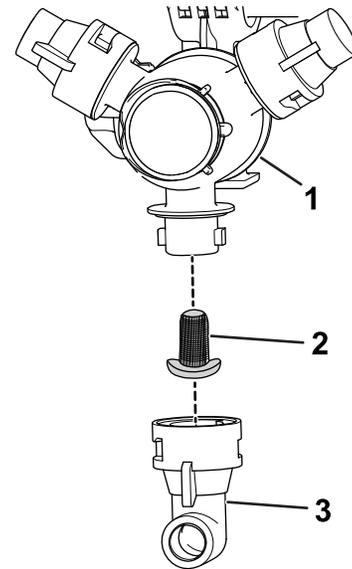

Figura 49
2. Retire o bico da cabeça de pulverização (Figura 49).
3. Retire o filtro do bico (Figura 49).
5. Instale o filtro do bico (Figura 49).
6. Instale o bico na cabeça de pulverização (Figura 49).